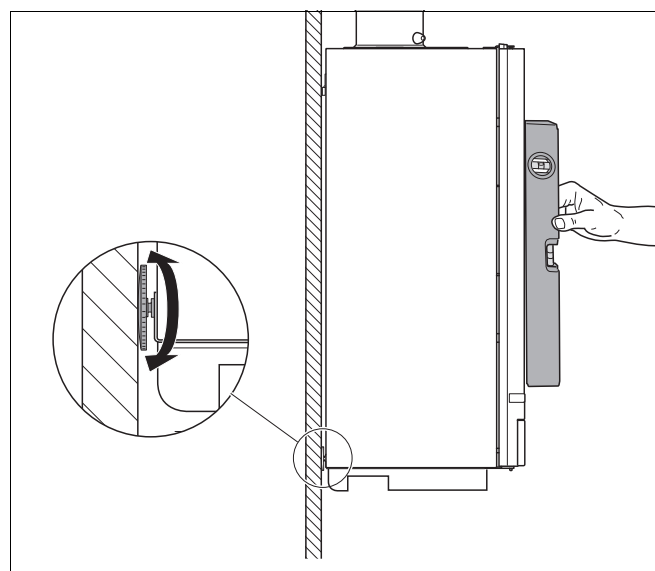

Fig. 9 Poziționați cazanul de încălzire cu ajutorul șurubului de ajustare
- Poziționați cazanul de încălzire cu ajutorul șurubului de ajustare și dozatorului de apă (fig. 9).